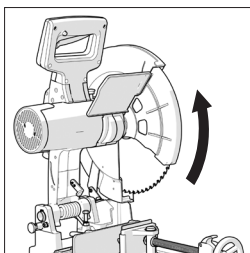

Fig. 5
- Rétractez le carter de lame inférieur dans le carter de lame supérieur grâce à une rotation manuelle. **(Fig. 5)**